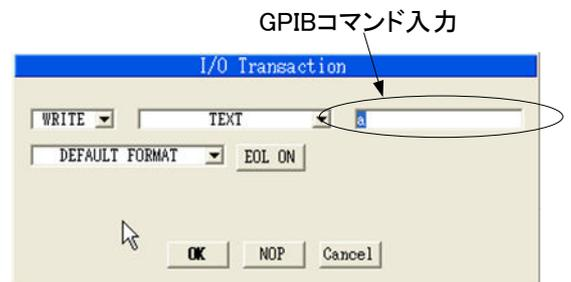

図6-3 “I/O Transaction”ウィンドウ
- (4)<Double-Click to Add Transaction>をダブルクリックすると、図6-3の“I/O Transaction”ウィンドウが開く。
- (5)ここで“I/O Transaction”ウィンドウの内容について説明する。ここでは選択した測定器に対して、
(11) オブジェクト内の書き込みを訂正したい場合は、書き込んだ命令をダブルクリックすると図6-3の"I/O Transaction"ウィンドウが立ち上がり、コマンドを修正できる。同じく右クリックでメニューが現れるので命令の削除やコピーなどができる。